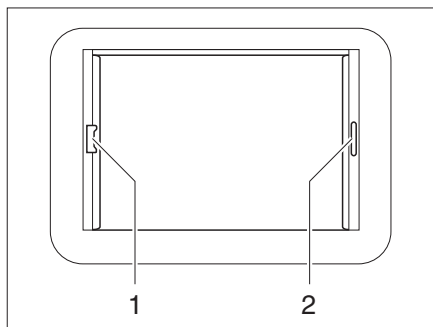

Fig. 50 Oblò Heki, bloccaggio tenda a rullo
- Tirare la tendina oscurante pieghevole per la maniglia (Fig. 50,2) fino alla posizione desiderata e rilasciare. La tendina oscurante pieghevole rimane in questa posizione.
- Tirare la zanzariera a rullo per la maniglia (Fig. 50,1) verso la maniglia contrapposta della tendina oscurante pieghevole (Fig. 50,2) e farla innestare.
- Premere la maniglia della zanzariera a rullo dietro, verso l'alto, e sganciare la zanzariera a rullo dalla tendina oscurante pieghevole (Fig. 50,2).